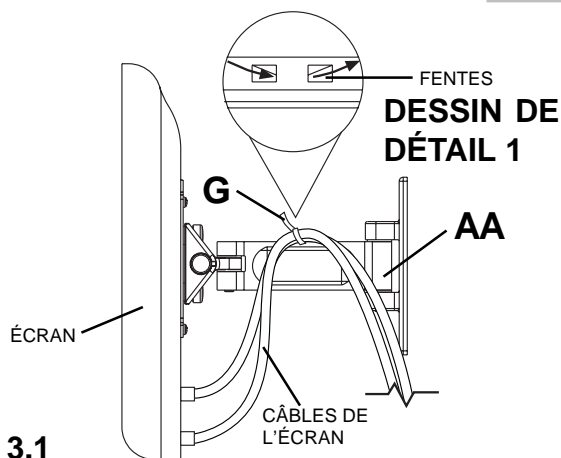

fig. 3.1
- 3** Faire passer les attaches de câbles (**G**) à travers les fentes du support mural (**AA**) comme illustré dans le dessin de détail 1. Fixer l'écran au support mural (**AA**) en resserrant les attaches de câbles (**G**) autour du câble de l'écran comme illustré à la fig. 3.1.